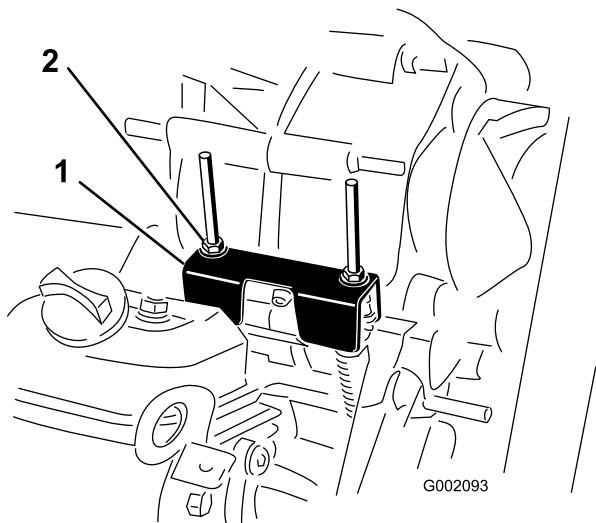

图 58
当执行日常维护和/或发动机诊断时，驱动桥必须换入空档（图 58）。机器的变速杆上有一个空档位置，用于控制驱动桥中的空档。请执行以下步骤，以确保空档变速杆正确操作驱动桥空档：
2. 旋转驱动离合器，确保空档支架位于空档位置（与变速杆支架下的电缆安装支架持平（图 58））。
3. 旋转其中一个锁紧螺母（图 58），使螺母/垫圈与空档支架之间留有 0.762~1.524mm 的空隙。